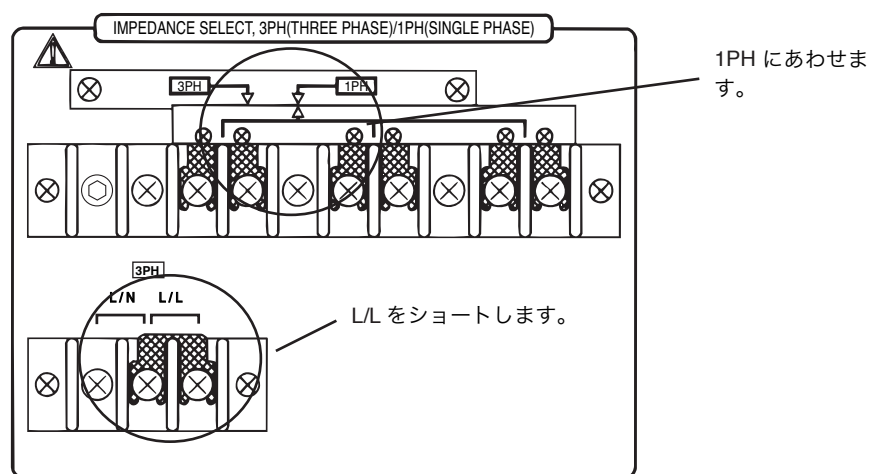

図 2-4 単相回路の設定
2. 端子盤の接続が図 2-4 のように設定されているか確認します。